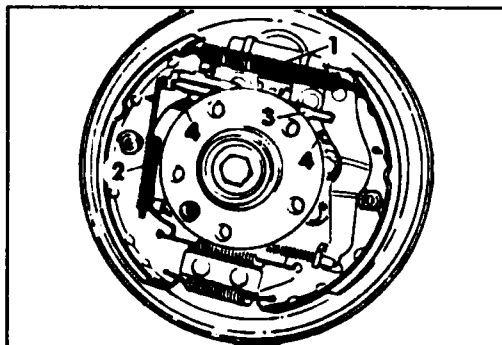
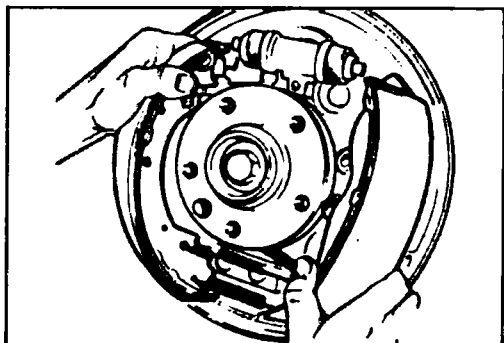

Рис. 9.22 Тормозной механизм заднего колеса
Рис. 9.24 Снятие тормозных колодок
◆ Отсоедините с одной стороны пружину (1) (см. рис. 9.22), можно отсоединить также пружину кронштейна (2).
◆ При помощи отвертки поверните до упора зубчатое колесо регулятора так, чтобы тормозные колодки отодвинулись как можно дальше и отсоедините пружину (4) (см. рис. 9.22).
- ◆ Захватите снизу тормозную колодку как это показано на рис. 9.24 и выньте ее из нижнего кронштейна. Отсоедините ослабленную теперь нижнюю стяжную пружину.
- ◆ Осадите сначала одну колодку в кронштейне колодок. Потянув за другую колодку, растяните возвратные пружины и осадите вторую колодку (рис. 9.24). Установите на место все пружины, показанные на рис. 9.22. При этом можно воспользоваться щипцами или отверткой. Установите в обратной последовательности направляющие тормозных колодок. Надавите сзади направляющую пальцем, оденьте спереди пружину и тарелку направляющей, а затем надавите и поверните тарелку так, чтобы она заблокировалась на направляющей. После установки колодок необходимо отрегулировать основное положение саморегулятора. При этом рекомендуется поступать следующим образом: